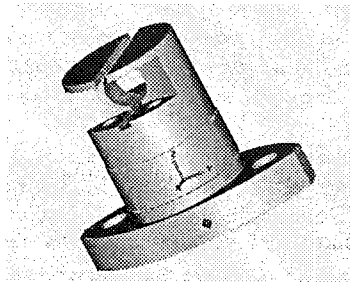

Рисунок 2.20– Результат використання операції «Объединение»
10. Натисніть кнопку  «Объединение тел» на панелі «Операции с группами объектов». Вибрані тіла будуть об'єднані (рис. 2.20).